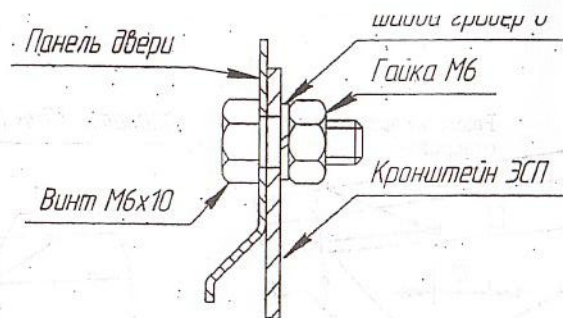
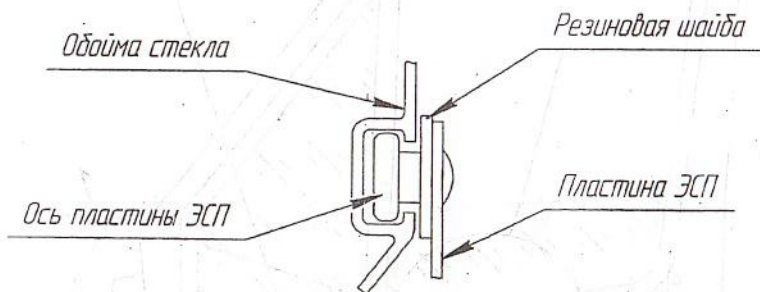

Рис.3
Рис.4
6.5.3 Установить ЭСП в последовательности: ввести ЭСП в полость двери, совместить и завести ось пластины ЭСП в обойму стекла (см. рис.4), ввести нижний болт ЭСП в нижнее отверстие двери, совместить отверстие в верхнем кронштейна ЭСП с верхним отверстием двери (см. рис. 3) и окончательно закрепить ЭСП.